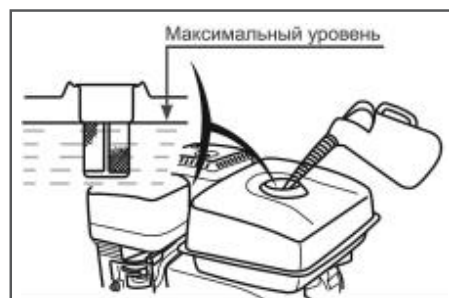

Рис. 13 Максимальный уровень топлива в топливном баке
ВНИМАНИЕ! Не заполняйте топливный бак полностью. Заливайте бензин в топливный бак до уровня примерно на 25 мм ниже верхнего края заливной горловины, чтобы оставить пространство для теплового расширения топлива. Максимальный уровень топлива показан на Рис. 13.
3. Залейте бензин в топливный бак при помощи специальной емкости или воронки до уровня, показанного на Рис. 13.